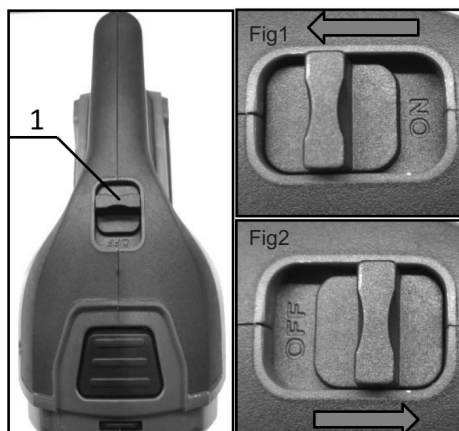

Рисунок 9. Схема увімкнення та вимкнення виробу.
- увімкнути виріб, перемістивши перемикач «Увімк/Вимк» (1, рис. 9)